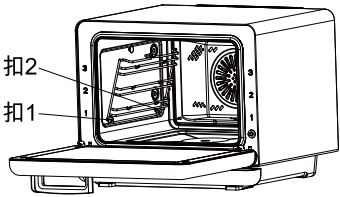
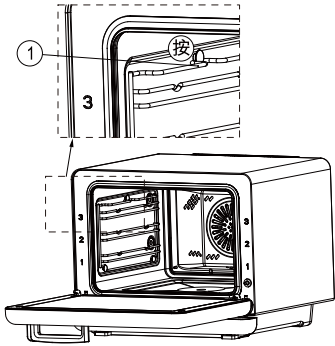

图1
图2
5. 搁架：按压搁架1位置（如图2），直至搁架离开定位螺钉，倾斜一定角度后按(图1)向上取出，即可拆卸。重新装上搁架，按(图1)中将搁架下端两侧对准扣1和扣2插入，再将上端扣入定位螺钉即可。